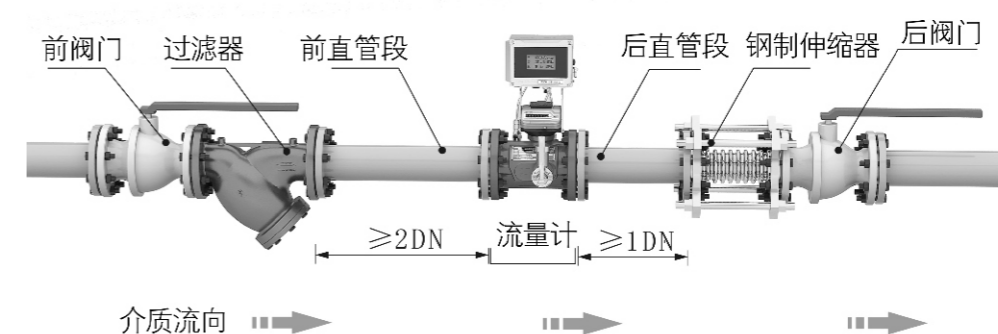

图5 流量计水平安装示意图
典型安装方法见图5
- 5.6.3 管道设备配置建议按图5所示安装；为了便于维修，不影响流体正常运送，应并联一路作为备用计量管道。